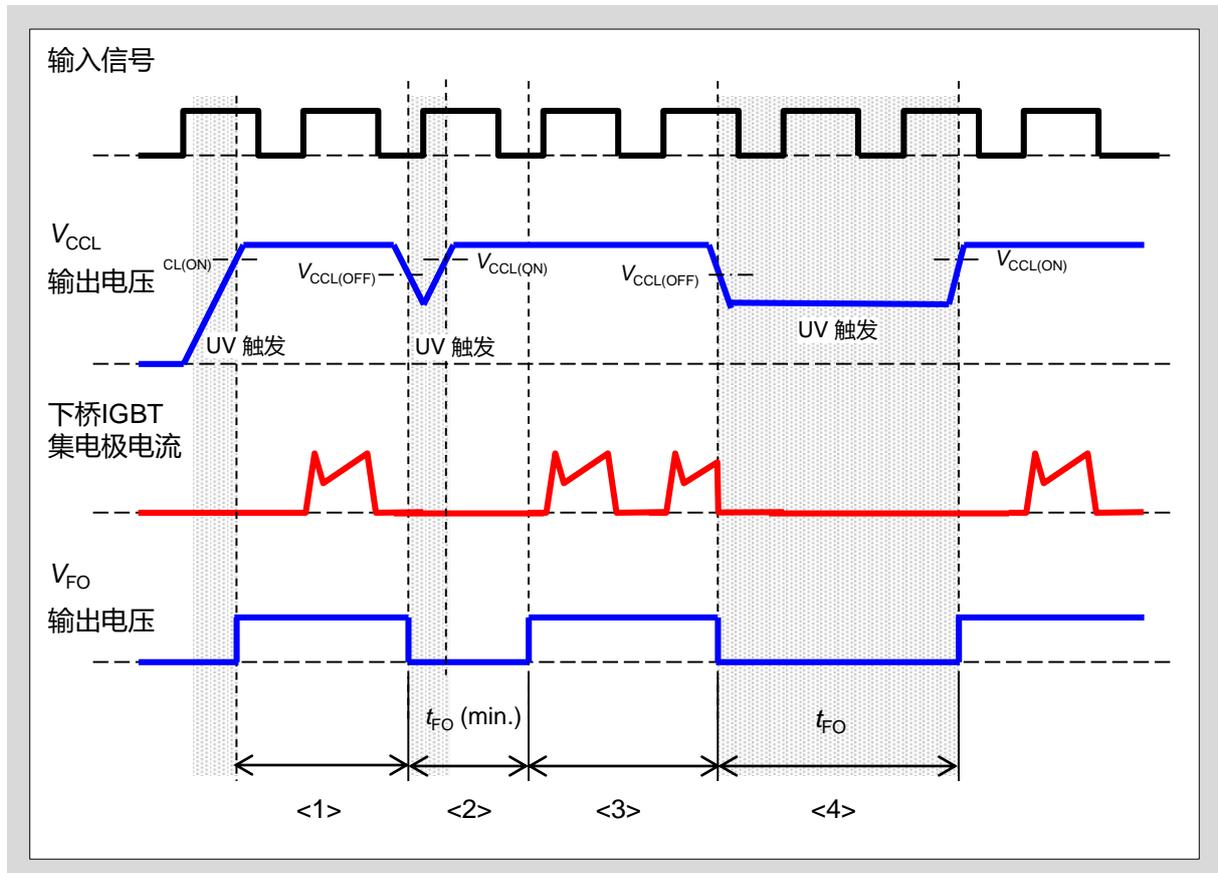
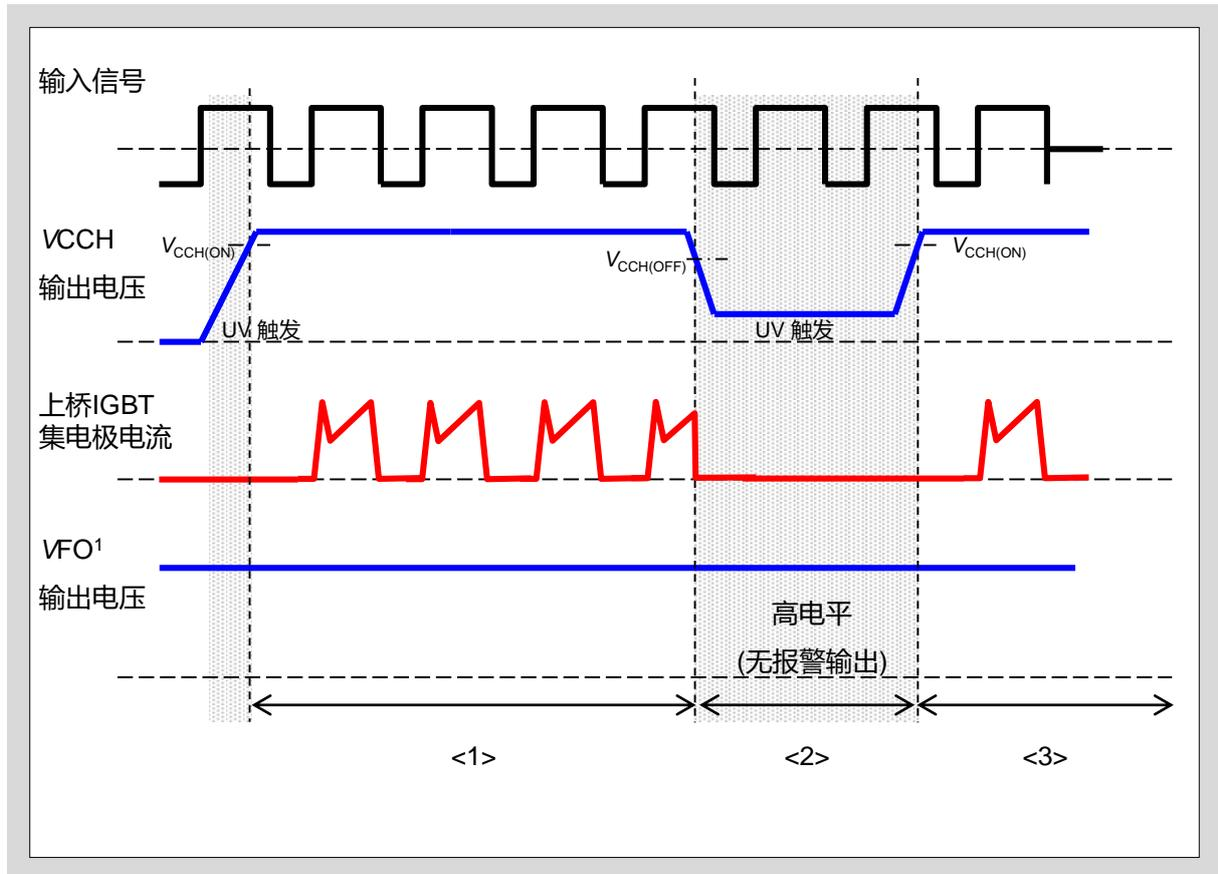

图3-2  $V_{CCL}$  欠压保护动作时序 (下桥)
图3-3 Vcch 欠压保护动作时序 (上桥)
- 图3-2 和图3-3 分别是  $V_{CCH(U,V,W)}$  和  $V_{CCL}$  的欠压保护动作时序。